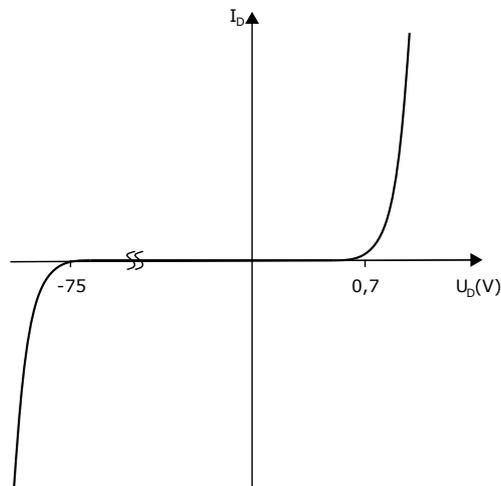

Abbildung 1: I-U Kennlinie der einzelnen Diode.
a) Die I-U Kennlinie der Diode ist in Abbildung 1 zu sehen.